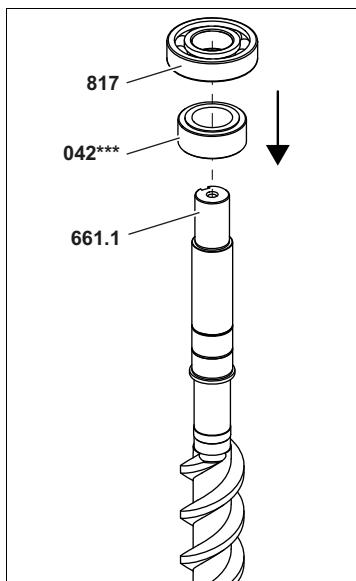

Fig. 25
- Pousser le cylindre de compensation **042***** sur l'arbre de la vis principale **661.1** et presser le roulement à billes **817**, voir Fig. 25, page 39.